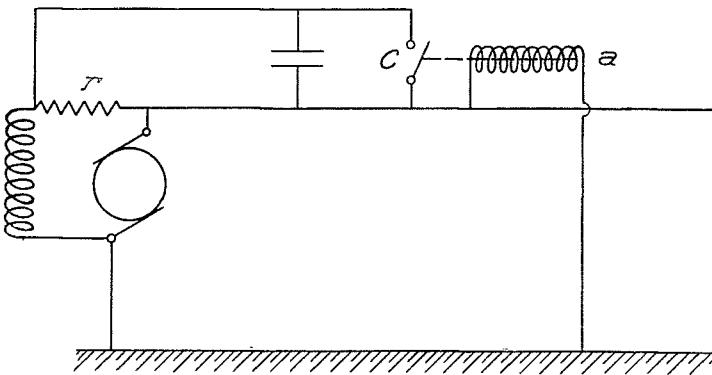

Fig 2
b) RÉGULATEUR A CONTACTS VIBRANTS Comme précédemment, on employait une dynamo shunt montée suivant le schéma de la figure 2